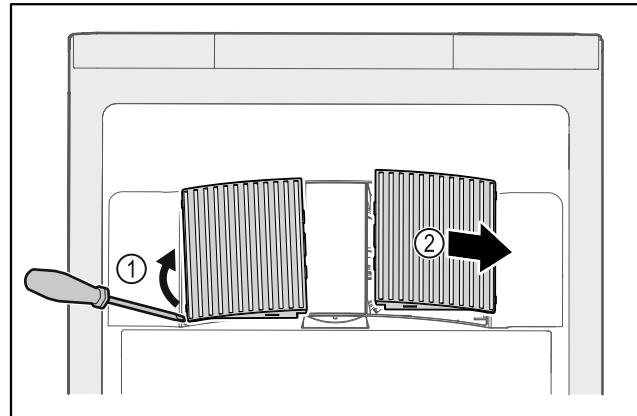

Fig. 58
- ▶ Izceliet uzmanīgi ventilatora pārsegus no sāniem Fig. 58 (1) un noņemiet uz priekšu Fig. 58 (2).